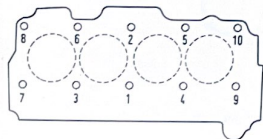

Fig. 1.4.— Esquema del orden de apriete de los tornillos de fijación de la culata.
- Quitar los tornillos de fijación de la culata, procediendo en orden inverso al seguido para su apriete, según vemos en la Fig. 1.4.